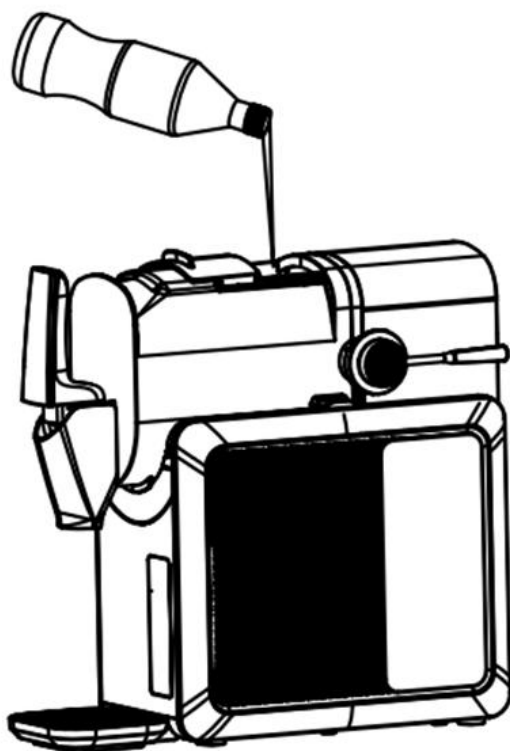
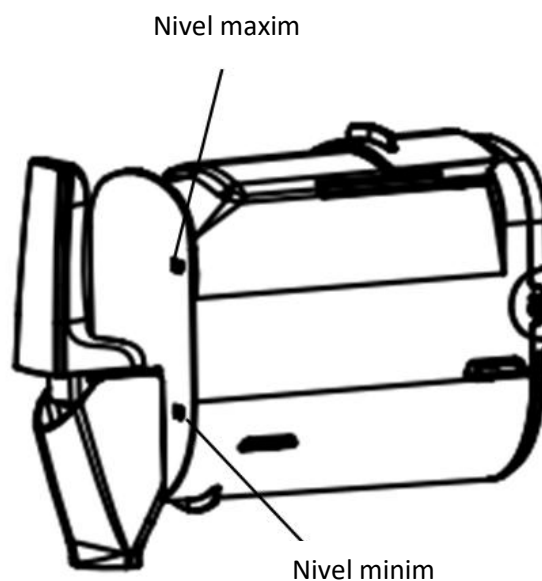

Figura 1
Figura 2
Deschideți capacul superior al recipientului și turnați încet ingredientele în acesta (așa cum este indicat în figura 1); nivelul lichidului trebuie să se situeze între marcasele „minim” și „maxim” (așa cum este indicat în figura 2).
- Pentru a evita suprasolicitarea aparatului în timpul amestecării și revărsarea lichidului ca urmare a creșterii volumului, ingredientele nu trebuie să depășească nivelul „maxim”. Pentru un control precis al temperaturii și o funcționare normală, cantitatea de ingrediente adăugată trebuie să atingă cel puțin nivelul „minim” (consultați figura 2). Aparatul prepară cele mai bune smoothie-uri atunci când este încărcat la capacitatea maximă, așadar încercați să urmați această indicație ori de câte ori este posibil.